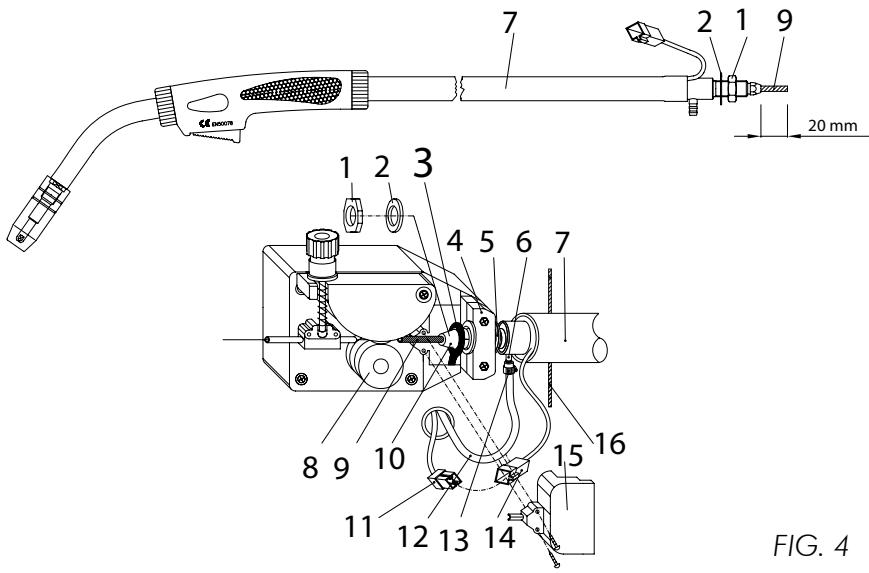

FIG. 4
3.3 ПОДКЛЮЧЕНИЕ ГОРЕЛКИ – ШТЫРЕВОЕ ПОДКЛЮЧЕНИЕ (FIG. 4)
- Перед установкой горелки (7) на полуавтомат отверните гайку (1) и снимите шайбу (2). Затем, измерьте вылет канала от медной гайки (10). Вылет должен составлять 20 мм, и должен быть аккуратно обрезан, чтобы на конце канала не образовались замятия или острые края, которые могли бы препятствовать продвижению сварочной проволоки.
- Аккуратно подайте конец горелки (7) через отверстие в передней панели аппарата, осторожно просуньте разъём (14). Затем, оденьте наконечник кабеля подачи сварочного тока (3) на горелку, оденьте шайбу (2) и заверните гайку (1) до упора.
- Установите пластмассовую крышку (15) на кронштейн крепления горелки (4) и закрепите двумя саморезами.
- Подключите газовый шланг (12) со штуцером горелки (6), и закрепите шланг хомутом (13).